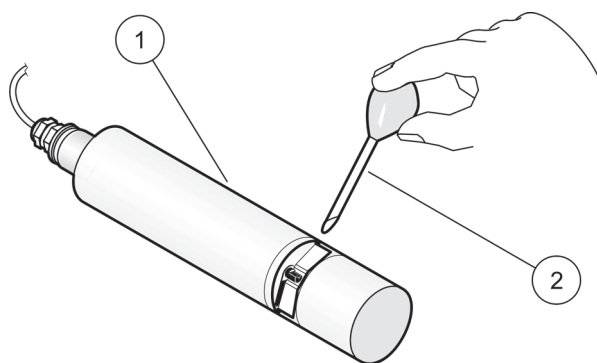

Figure 8 Vérification de l'étalonnage (version bassin)
9. **Version bassin** : retirez le capteur du bassin, rincez le trajet de mesure à l'eau et remplissez-le de solution étalon avec la pipette (voir la Figure 8 à la page 53).